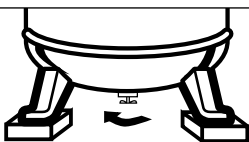

Figura 6 - Para abrir la llave de drenaje
1. Abra la llave de drenaje del tanque y deje que el compresor funcione durante 60 minutos (Vea la Figura 6).
Drene el tanque (Vea la Figura 6)	●